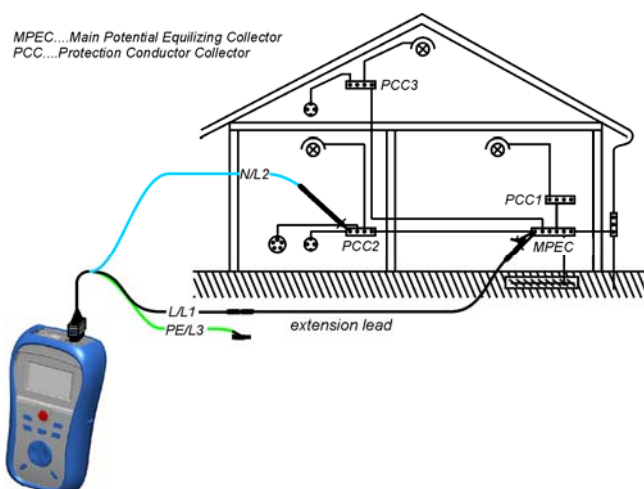

Bild 5.9: Anschluss des Universal-Prüfkabels mit optionaler Verlängerungsleitung
- ❑ **Schließen** Sie die Prüfleitungen an der entsprechenden Schutz-Verdrahtung an (siehe *Bild 5.9*).